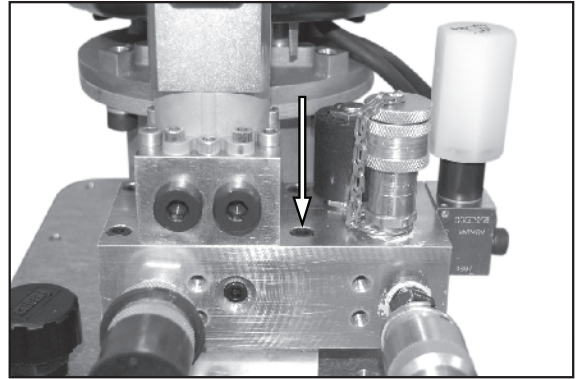

Abbildung 72.
3. Siehe Abbildung 72. Die vier Ventilblockbaugruppenschrauben entfernen und Ventilblockbaugruppe entfernen.